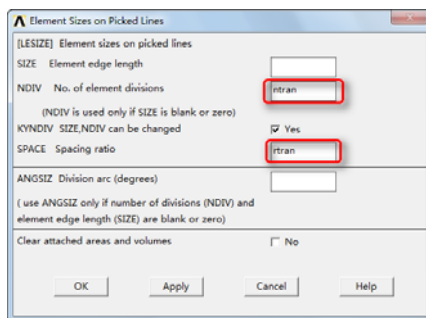

图 6-12 “Element Sizes on Picked Lines”对话框
②单击“Close”按钮关闭该对话框。
③依次选择 Main Menu→Preprocessor→Meshing→Size Cntrls→ManualSize→Lines→Picked Lines，会弹出“Element Sizes on Picked Lines”对话框，用鼠标拾取线段 4。
④单击“Apply”按钮，会弹出“Element Sizes on Picked Lines”对话框，如图 6-12 所示，在“NDIV No. of element divisions”输入框中输入“ntran”，在“SPACE Spacing ratio”输入框中输入“rtran”。
⑤单击“Apply”按钮，会再次弹出“Element Sizes on Picked Lines”对话框，用鼠标拾取线段 2。
⑥单击“Apply”按钮，会再次弹出“Element Sizes on Picked Lines”对话框，如图 6-12 所示，在“NDIV No. of element divisions”输入框中输入“ntran”，在“SPACE Spacing ratio”输入框中输入“rtran”。
⑦单击“Apply”按钮，会再次弹出“Element Sizes on Picked Lines”对话框，用鼠标拾取线段 13。
⑧单击“Apply”按钮，会再次弹出“Element Sizes on Picked Lines”对话框，如图
⑨单击“Apply”按钮,会再次弹出“Element Sizes on Picked Lines”对话框,用鼠标拾取线段 14。
⑩单击“Apply”按钮,会再次弹出“Element Sizes on Picked Lines”对话框,如图 6-12 所示,在“NDIV No. of element divisions”输入框中输入 ntran,在“SPACE Spacing ratio”输入框中输入 1/rtran。
⑪单击“Apply”按钮,会再次弹出“Element Sizes on Picked Lines”对话框,用鼠标拾取线段 15。
⑫单击“Apply”按钮,会再次弹出“Element Sizes on Picked Lines”对话框,如图 6-12 所示,在“NDIV No. of element divisions”输入框中输入“ntran”,在“SPACE Spacing ratio”输入框中输入“1/rtran”。
⑬单击“Apply”按钮,会再次弹出“Element Sizes on Picked Lines”对话框,用鼠标拾取线段 16。
⑭单击“Apply”按钮,会再次弹出“Element Sizes on Picked Lines”对话框,如图 6-12 所示,在“NDIV No. of element divisions”输入框中输入“ntran,”在“SPACE Spacing ratio”输入框中输入“1/rtran”。
⑮单击“Apply”按钮,会再次弹出“Element Sizes on Picked Lines”对话框,用鼠标拾取线段 1。
⑯单击“Apply”按钮,会再次弹出“Element Sizes on Picked Lines”对话框,如图 6-12 所示,在“NDIV No. of element divisions”输入框中输入“na”,在“SPACE Spacing ratio”输入框中输入 1。
⑰单击“Apply”按钮,会再次弹出“Element Sizes on Picked Lines”对话框,用鼠标拾取线段 3。
⑱单击“Apply”按钮,会再次弹出“Element Sizes on Picked Lines”对话框,如图 6-12 所示,在“NDIV No. of element divisions”输入框中输入 na,在“SPACE Spacing ratio”输入框中输入 1。
⑲单击“Apply”按钮,会再次弹出“Element Sizes on Picked Lines”对话框,用鼠标拾取线段 6。
⑳单击“Apply”按钮,会再次弹出“Element Sizes on Picked Lines”对话框,如图 6-12 所示,在“NDIV No. of element divisions”输入框中输入 nb,在“SPACE Spacing ratio”输入框中输入 1。
㉒单击“Apply”按钮,会再次弹出“Element Sizes on Picked Lines”对话框,如图 6-12 所示,在“NDIV No. of element divisions”输入框中输入 nb,在“SPACE Spacing ratio”输入框中输入 1。
②④单击“Apply”按钮，会再次弹出“Element Sizes on Picked Lines”对话框，如图 6-12 所示，在“NDIV No. of element divisions”输入框中输入 nc，在“SPACE Spacing ratio”输入框中输入 1。
②⑤单击“Apply”按钮，会再次弹出“Element Sizes on Picked Lines”对话框，用鼠标拾取线段 10。
②⑥单击“Apply”按钮，会再次弹出“Element Sizes on Picked Lines”对话框，如图 6-12 所示，在“NDIV No. of element divisions”输入框中输入 nc，在“SPACE Spacing ratio”输入框中输入 1。
②⑦单击“Apply”按钮，会再次弹出“Element Sizes on Picked Lines”对话框，用鼠标拾取线段 8。
②⑧单击“Apply”按钮，会再次弹出“Element Sizes on Picked Lines”对话框，如图 6-12 所示，在“NDIV No. of element divisions”输入框中输入 nd，在“SPACE Spacing ratio”输入框中输入 1。
②⑨单击“Apply”按钮，会再次弹出“Element Sizes on Picked Lines”对话框，用鼠标拾取线段 11。
③⑩单击“Apply”按钮，会再次弹出“Element Sizes on Picked Lines”对话框，如图 6-12 所示，在“NDIV No. of element divisions”输入框中输入 nd，在“SPACE Spacing ratio”输入框中输入 1。
③⑪单击“Apply”按钮，会再次弹出“Element Sizes on Picked Lines”对话框，用鼠标拾取线段 7。
③⑫单击“Apply”按钮，会再次弹出“Element Sizes on Picked Lines”对话框，如图 6-12 所示，在“NDIV No. of element divisions”输入框中输入 ne，在“SPACE Spacing ratio”输入框中输入 re。
③⑬单击“Apply”按钮，会再次弹出“Element Sizes on Picked Lines”对话框，用鼠标拾取线段 12。